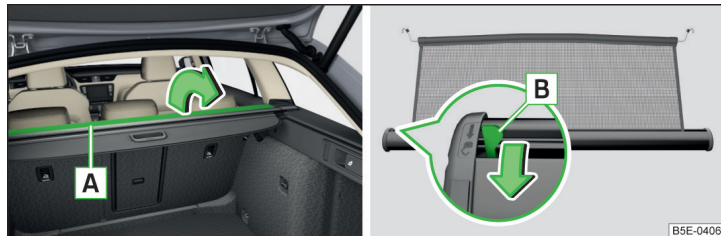

Fig. 144 Rabattez une partie du couvre-bagages enroulable / levier de déverrouillage
- Relevez la partie **A** de la plage arrière enroulable dans le sens inverse de la flèche » fig. 144.
- Rabattez la partie **A** de la plage arrière enroulable dans le sens inverse de la flèche » fig. 144.
Si le filet de séparation bloque lorsque vous le sortez du boîtier, appuyez sur la manette de déverrouillage **B** en procédant dans le sens de la flèche » fig. 144.